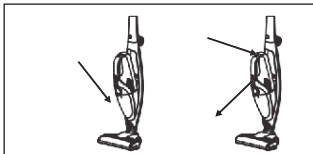

fig. 7
**No utilice la aspiradora vertical y de mano sin los filtros (15, 16, 17) y el contenedor (18) montados.**
- Coloque la aspiradora de mano (14) montada en el cuerpo (5). Para desconectar la aspiradora manual (14), presione el botón (10) y sáquela - fig. 7.
- Desmonte la aspiradora manual del cuerpo (5) presionando el botón (10) - fig. 7.
- Asegúrese de que los filtros (15, 16, 17) estén instalados en el contenedor (18).
- La aspiradora de mano empieza a funcionar al pulsar el interruptor (11).
- Se puede utilizar una ventosa (26) para aspirar zonas de difícil acceso.
- Al aspirar, por ejemplo, artículos tapizados, se puede utilizar la boquilla (27).
- Pulse el botón (11) para apagar la aspiradora.
- Después de terminar el trabajo, limpie la aspiradora (ver **LIMPIEZA Y MANTENIMIENTO**) y colóquela en el cuerpo (5), colóquelo todo en la base de carga conectada a la fuente de alimentación.
- Retire la aspiradora de mano (14) del cuerpo (5) - **fig. 7**.